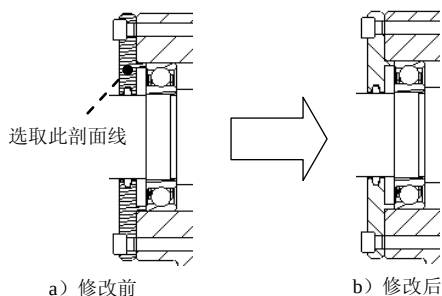

图 3.9.7 修改左侧轴承端盖的剖面线
(5) 修改左侧轴承端盖的剖面线。在菜单中选择 Pick (拾取) 命令, 在图形区选取图 3.9.7 所示的左侧轴承端盖, 设置剖面线的角度值为 135, 剖面线间距值为 3.8, 结果如图 3.9.7b 所示。